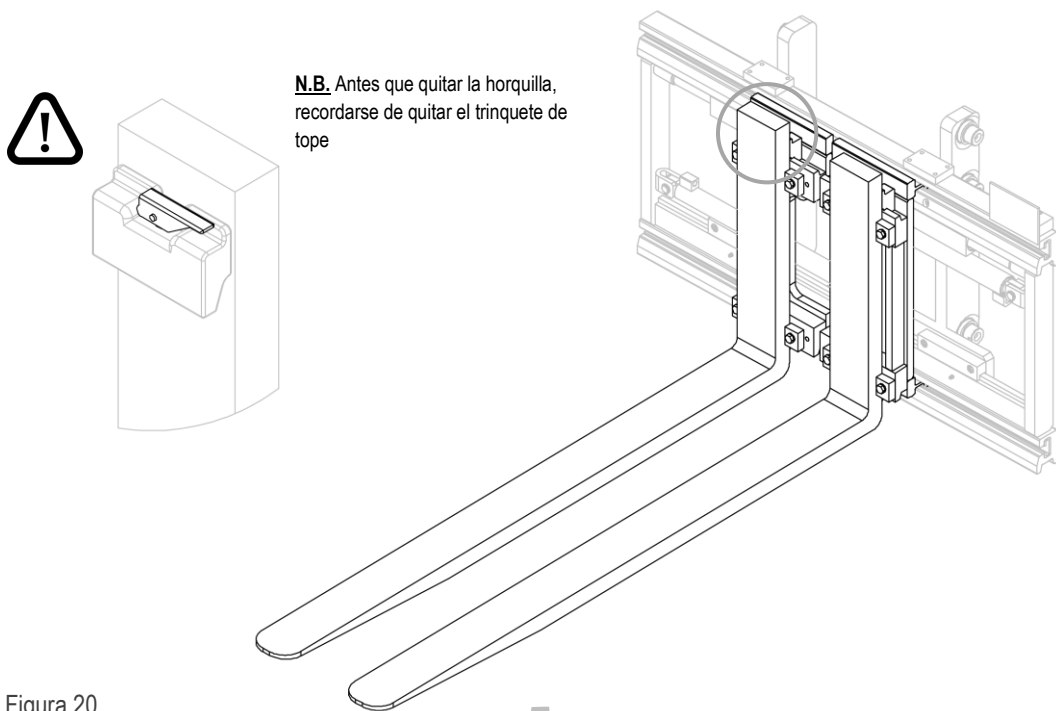
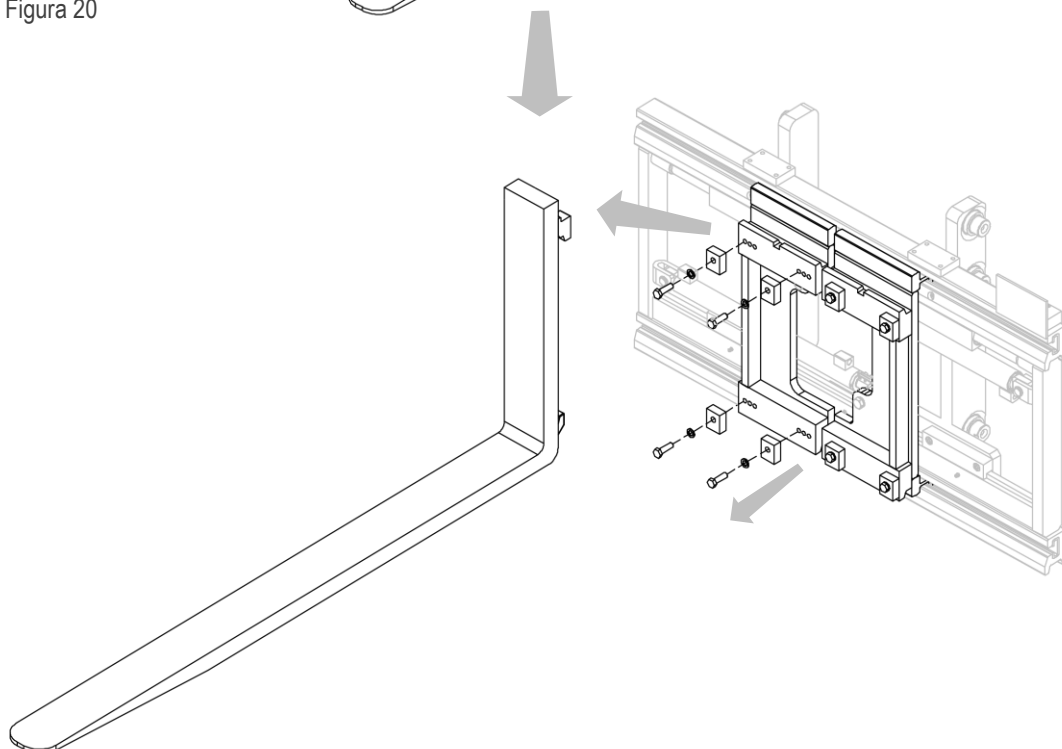

Figura 20
Figura 21
2. Quitar las horquillas después de quitar los trinquetes (mira *Figura 20* y *Figura 21*).